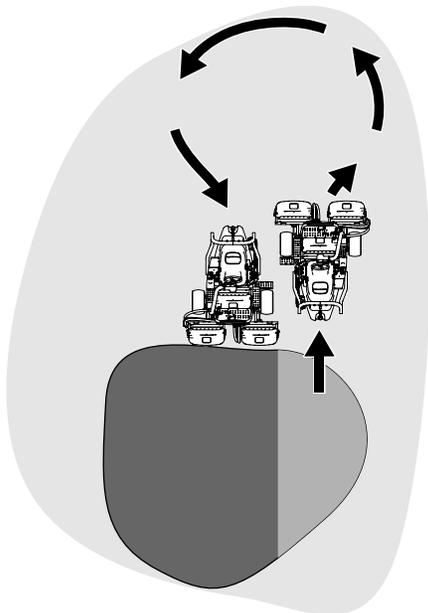

Рисунок 25
6. Чтобы сэкономить рабочее время и облегчить выравнивание для следующего прохода, на короткое время разверните машину в противоположном направлении, а затем направьте ее к нескошенной части. Такое движение машины является поворотом «по каплевидной траектории» (Рисунок 25), позволяющим быстро выровнять ее для следующего прохода.